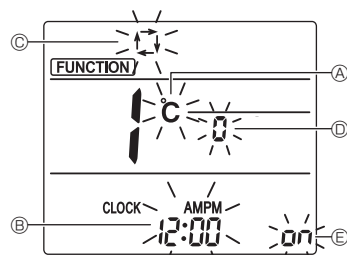

Fig. 7-12
3. Kontrollér, at funktionsnr. "1" vises, og tryk derefter på [SET]-knappen ③. Skærmen til visningsindstilling vises. (Fig. 7-12)